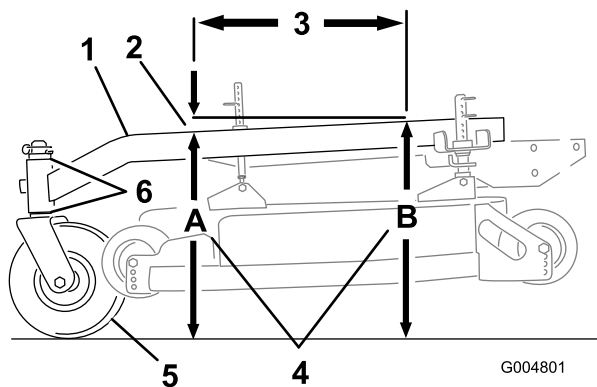

Рисунок 54
Высота наклона несущей рамы должна составлять от 3 до 9 мм в конечной точке отрезка 61 см на несущей раме (Рисунок 54).
- Отмерьте длину 61 см на несущей раме (Рисунок 54).
- Измерьте высоту несущей рамы в точке А (Рисунок 54).
- Измерьте высоту несущей рамы в точке В (Рисунок 54).
- Высота в точке А должна быть на 6-10 мм меньше высоты в точке В (Рисунок 54).
- Если угол наклона несущей рамы неправильный, переставьте проставки поворотных колес, чтобы получить высоту наклона в пределах 6-10 мм (Рисунок 54).